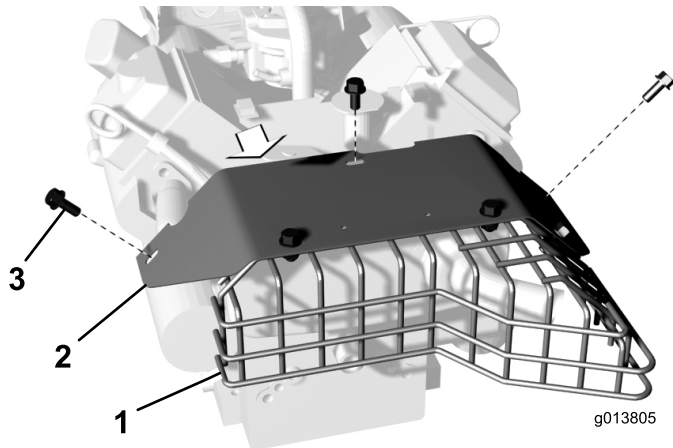

Bild 4
7. Entfernen Sie die drei Bundkopfschrauben, mit denen das Auspuffrohr am Motor befestigt ist (Bild 4). Entfernen Sie das Auspuffrohr und das Auspuff-Schutzblech. Schrauben Sie die Bundkopfschrauben wieder in den Motor.